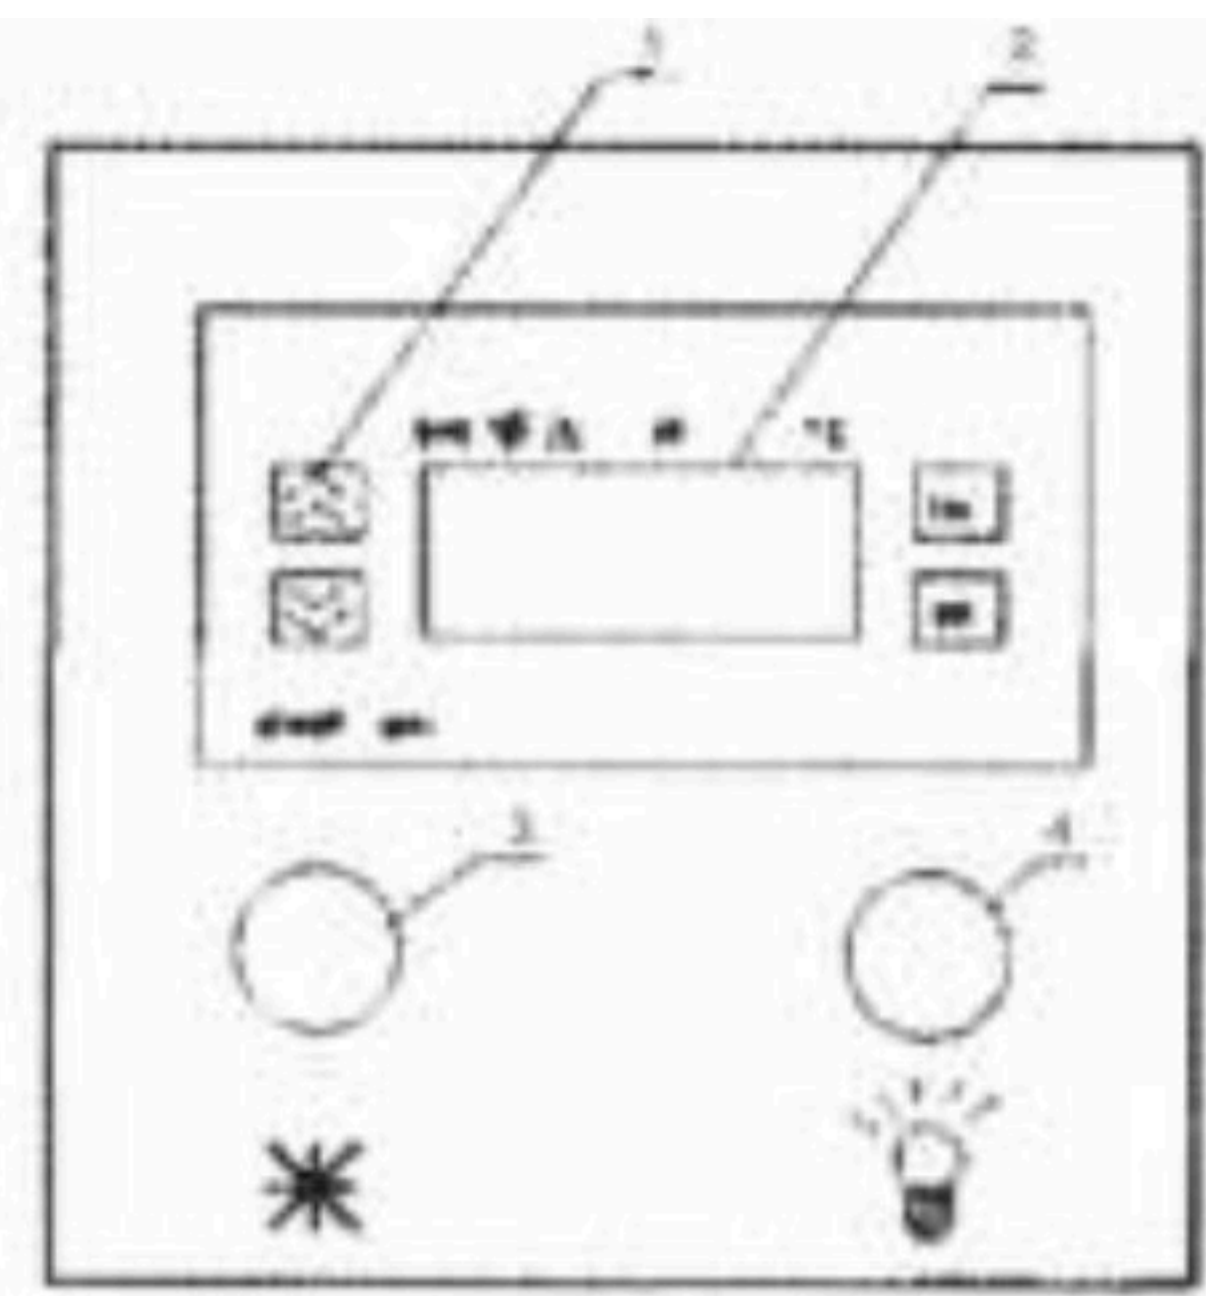

Рисунок 2
- 5.2. Панель управления представлена на рис. 2